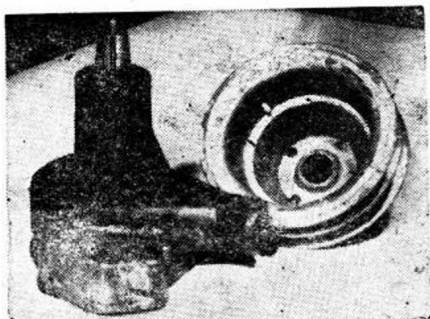

图 11
1. 皮带轮的锥形套磨损,可将皮带轮拆下,用厚1.5~2毫米的铜皮或铁皮剪成锥套形状,垫在皮带轮与锥套配合处解决(图11)。